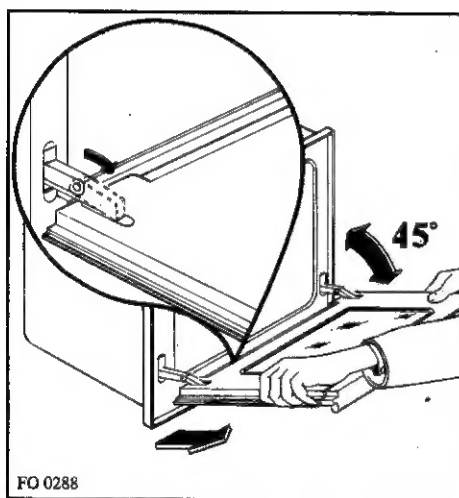

Fig. 14
- soulever les leviers placés sur les deux charnières et les tourner complètement vers la porte, refermer la porte jusqu'à ce qu'elle touche les leviers, relever de nouveau la porte comme pour la fermer, et la tirer vers l'extérieur en la retirant de ses supports (Fig. 14).